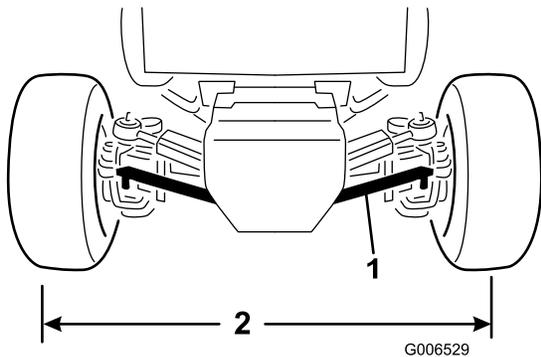

図 66
1. タイロッドのボールジョイントのつをアクスルのブラケットに固定しているコッターピンとキャッスルナットを外してボールジョイントをアクスルから外す 図 66。
3. 右タイヤの中心線からと左タイヤの中心線までの距離が、タイヤの前後で等しくなるように、タイロッドのボールジョイントを内側または外側に回して調整する 図 66。